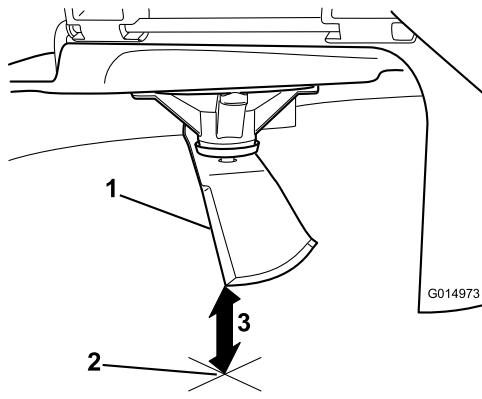

Figura 117
5. Meça da ponta da lâmina até à superfície plana (Figura 117).